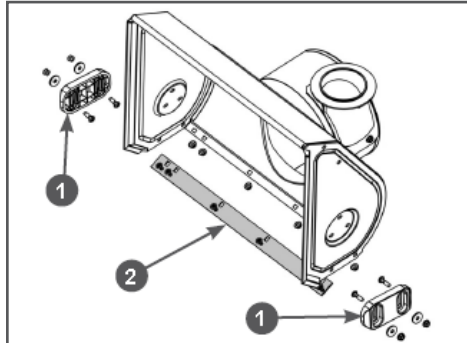

Рис. 28 Обслуживание кожуха шнеков
1. Открутите гайки крепления ползков 1 (Рис. 28) и снимите ползки с кожуха шнеков.
- Установите новые полозки и закрепите их четырьмя болтами и гайками (Рис. 28). Перед окончательной затяжкой гаек отрегулируйте высоту захвата снега.
Для наглядности на Рис. 28 кожух шнеков показан без шнеков, редуктора и валов.
- Открутите гайки крепления и снимите нижнюю накладку 2 с кожуха шнеков (Рис. 28).
- Установите новую нижнюю накладку и закрепите ее болтами и гайками (Рис. 28).